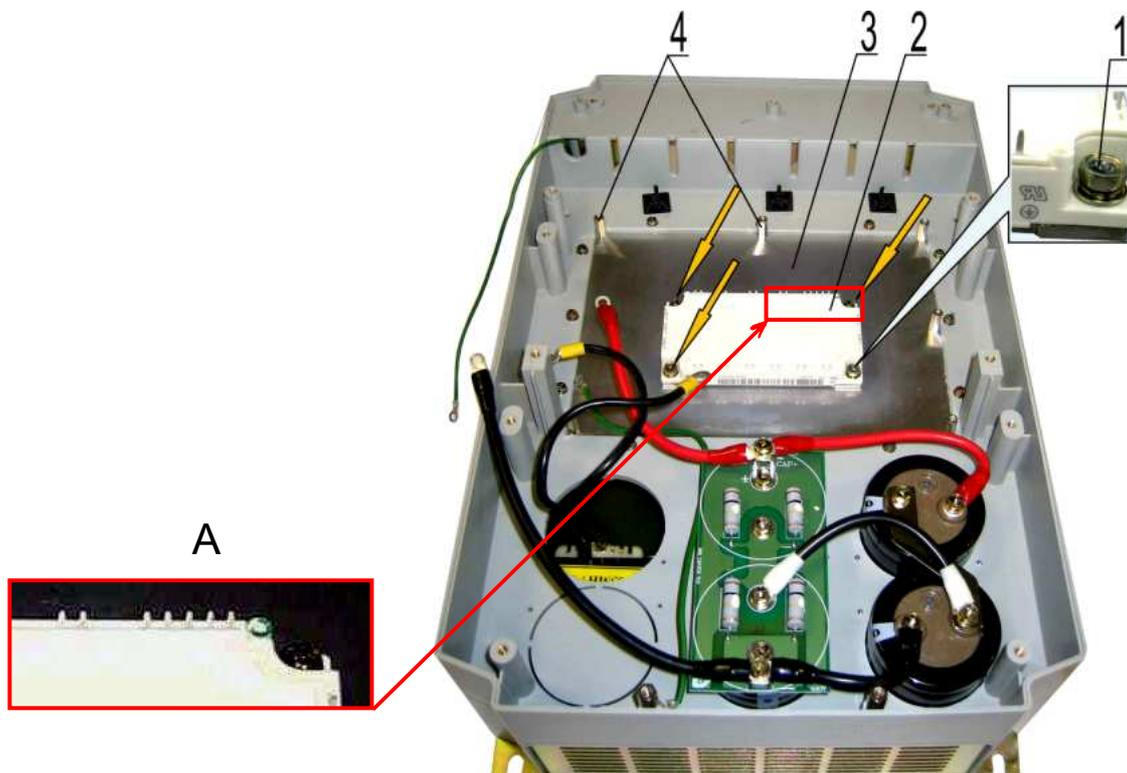
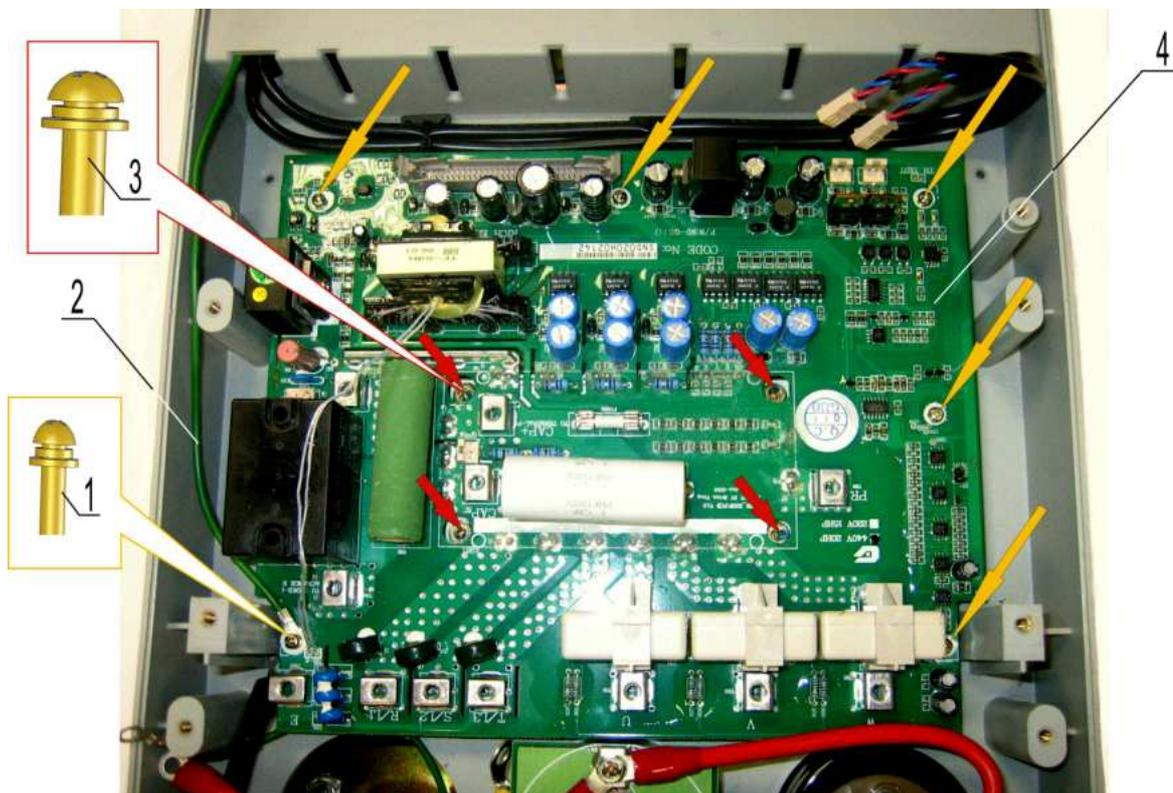

Рис. 7.10
Рис. 7.11
- 7.5.5. Установить матрицу 2 над отверстиями радиатора 3 (рис. 7.10), при этом контакты матрицы должны быть сориентированы, как показано на виде А. Матрицу слегка притереть к радиатору.
- 7.5.6. Вкрутить четыре винта 1 в отверстия матрицы для ее предварительного крепления (рис. 7.10, желтые стрелки).
- 7.5.7. Взять плату драйверов 4 (рис. 7.11).
- 7.5.8. Совместить отверстия платы с резьбовыми отверстиями стоек 4 и выводами матрицы 2 (рис. 7.10). Установить плату в корпус. Закрепить плату пятью винтами 1 (рис. 7.11, желтые стрелки).
- 7.5.9. Установить наконечник заземляющего провода 2 на отверстие платы. Закрепить наконечник винтом 1. (рис. 7.11).
7.5.10. Затянуть винты 3 крепления матрицы к радиатору (рис. 7.11).